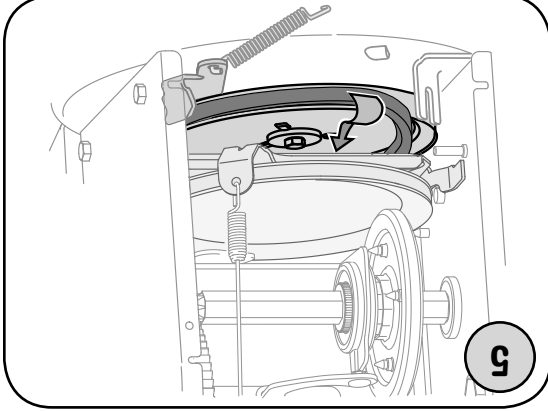

Figure 23
3. Embrayez la commande et assurez-vous que la roue de frottement est en contact avec la poulie motrice. Voir la Figure 23 à la page 18.